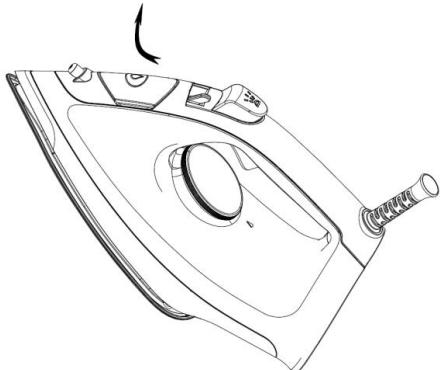
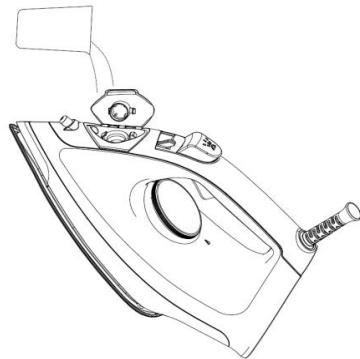

Fig.1
Fig.2
79. Öppna vatteninloppslocket (se Fig.1) och luta strykjärnet i 30°. Häll en lämplig mängd vatten i vattentanken med en mätkopp (se Fig.2). Det är bäst att använda rent vatten eller destillerat vatten med mindre kalciumpartiklar, och se till att vattnet inte överskrider den maximala vattennivålinjen som är markerad på vattentanken. Tryck på vatteninloppslocket så att det stängs. Ett ljud av "klick" kan höras om vatteninloppslocket är väl stängt på plats.